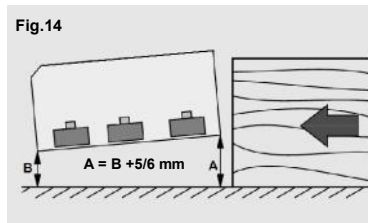

Fig.14
Om Mataren används i "**horisontell position**" (Fig.14), göra så att avståndet (B) mellan utgångsvälsen och hantverksmaskinens plan blir 5-6 mm mindre än avståndet (A), som är avståndet mellan ingångsvälsen och hantverksmaskinens plan.